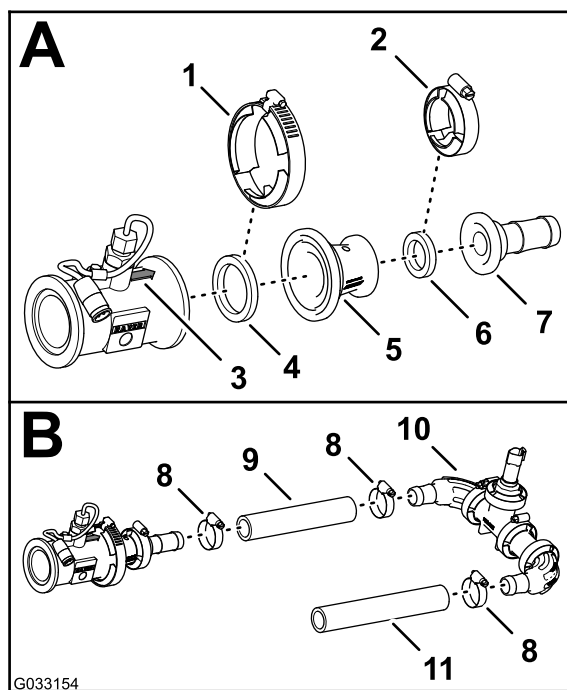

Рисунок 125
1. Совместите прокладку (2¼ дюйма) и переходной патрубков с концом расходомера, на который указывает стрелка направления (Рисунок 125).
2. Закрепите расходомер, прокладку и переходной патрубков (Рисунок 125) при помощи фланцевого хомута 76 мм.
3. Совместите прокладку (2¼ дюйма) и шланговый штуцер типа «елочка» с концом переходного патрубков (Рисунок 125).
4. Прикрепите фланцевый штуцер типа «елочка», прокладку и переходной патрубков (Рисунок 125) с помощью фланцевого хомута 51 мм (2 дюйма).
5. Установите шланг (1 x 7¼ дюйма) на фланцевый штуцер типа «елочка» и колено датчика давления и коллектора, как показано на Рисунок 125.
6. Закрепите шланг и штуцеры типа «елочка» с помощью двух шланговых хомутов (Рисунок 125).
давления и коллектора, как показано на Рисунок 125.
8. Закрепите шланг и штуцер типа «елочка» с помощью шлангового хомута (Рисунок 125).